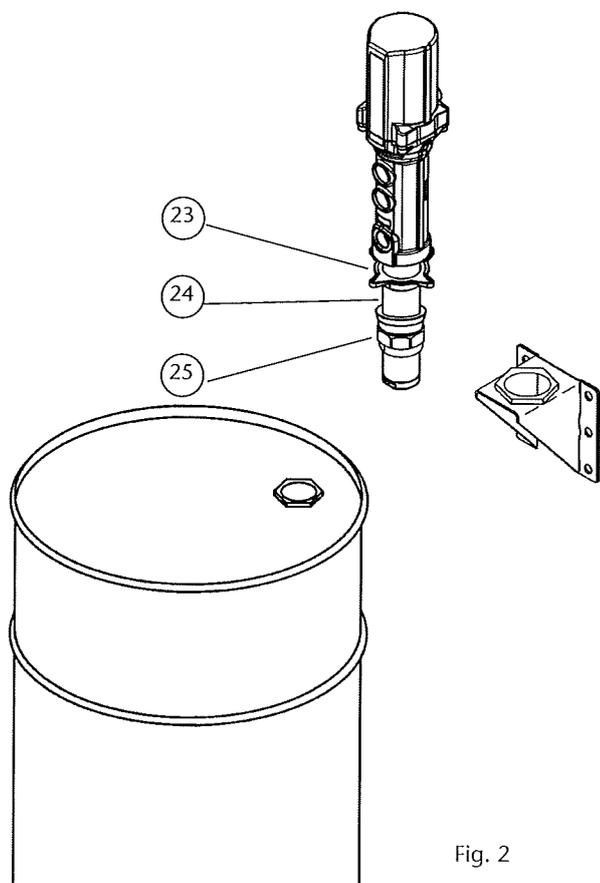

Fig. 2
These pumps can be mounted directly on drums, tanks, or on a wall bracket fitted with a 2" bung (fig. 2).
Les pompes peuvent être installées directement sur fût, sur citerne ou bien encore sur un support mural muni d'un raccord 2" BSP (F) (Voir fig. 2).
- Desserrer le raccord en étoile (23) de l'adaptateur pour extraire la partie inférieure de ce dernier (25) et la fixer à l'orifice 2" du fût ou du support mural.
- Placer le raccord en étoile (23) ainsi que l'anneau (24) de l'adaptateur autour du tube.
Las bombas pueden ser montadas directamente sobre bidones, cisternas o sobre un soporte mural que dispongan de rosca 2" BSP H (fig. 2).
Die Pumpen können direkt auf das Fass oder auf eine Wandhalterung mit 2"-Verschraubung montiert werden. (Bild 2).